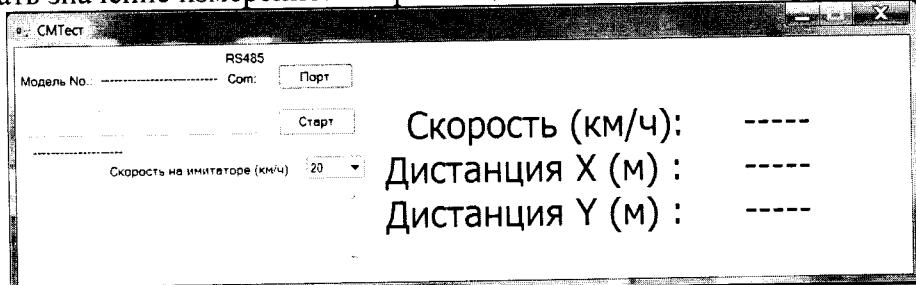

Рисунок 5
8.3.6 В окне приложения СМТест из выпадающего списка измеряемых значений скорости выбрать значение измеряемой скорости 20 км/ч. Установить на имитаторе ИС-24Д значение имитируемой скорости 20 км/ч (Удейтв.). В окне приложения СМТест нажать кнопку «Старт». Считать значение измеренной скорости цели в окне вывода информации (рисунок 5).